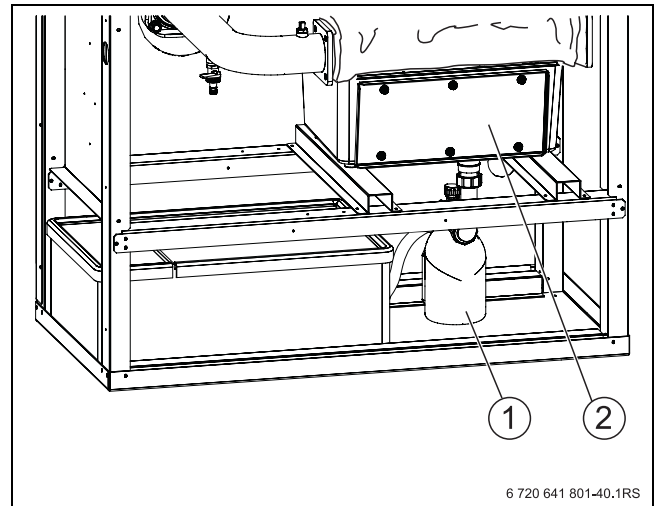

Fig. 64 Démontage du siphon
- ▶ Démontez le siphon (→ fig. 64, [1]) à l'écoulement du bac des condensats (→ fig. 64, [2]) et placer un seau ou un bac en dessous.